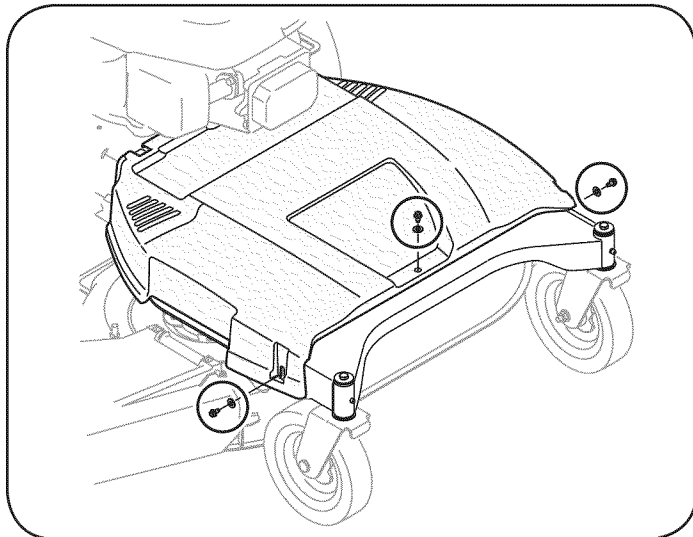

Figura 19
1. Para sacar la cubierta de la correa saque los tres tornillos y arandelas que la sujetan al bastidor. Vea la Figura 19.